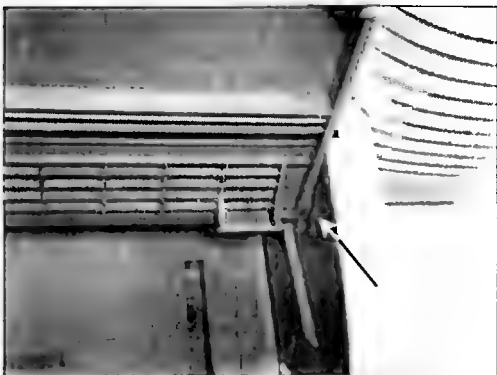
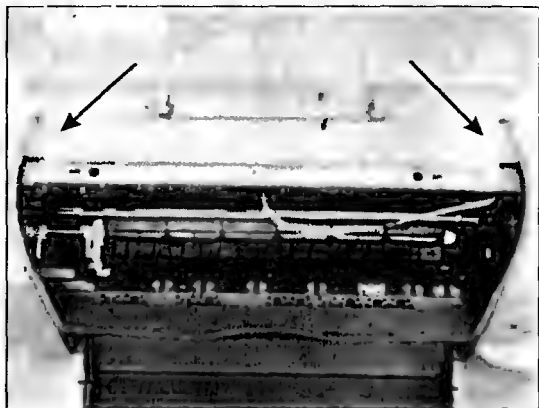

Рис. 4.1
Рис. 4.2
1. Снимают лоток приема бумаги после печати (рис. 4.1). Он представляет собой плоскость с выступами по краям для фиксации и поворота при транспортировке и хранении. Отжимают с обеих сторон его защелки (рис. 4.2) и снимают лоток.